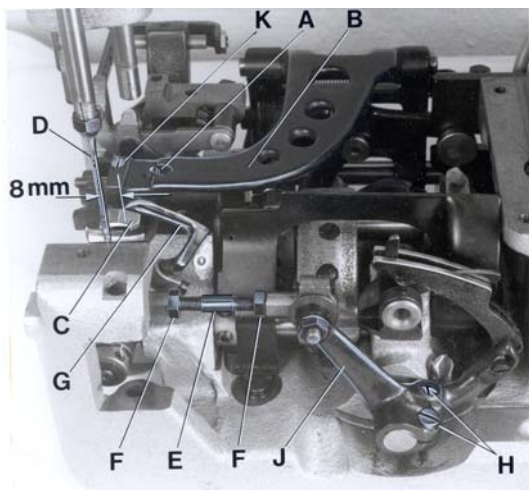
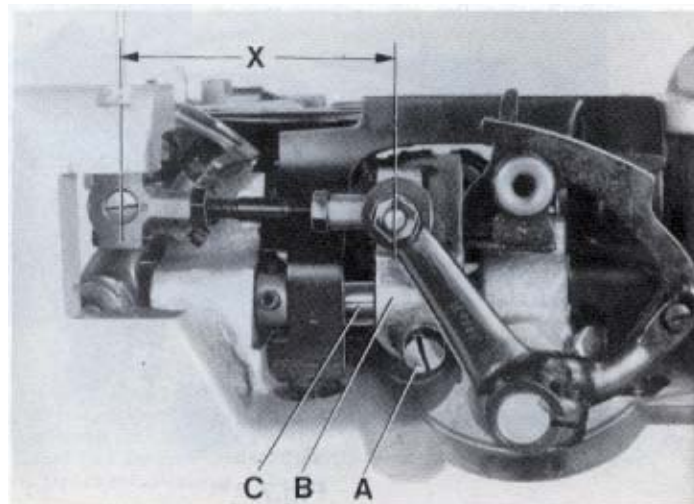
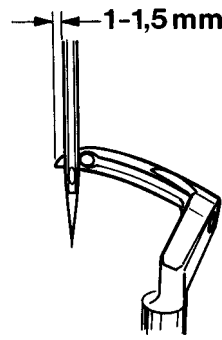
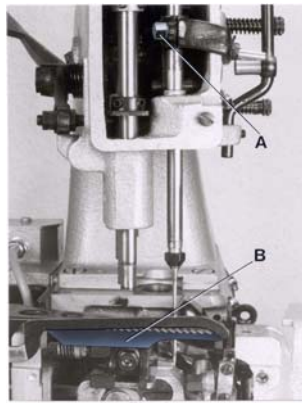

Fig. 3
Fig. 4
Fig.5
Fig. 6
Remove the presser foot, throat plate and feed dog and on styles 80800TL, TAL, U, UA, UL and UAL also the needle guard for convenient access to the machine. On styles 80800R, RL, S and SL loosen the screw (A, Fig. 3) in the feed bar (B) and push the feed bar needle guard (C) to the rear to avoid its contacting the needle (D).
For the two thread double locked stitch styles 80800R, RL, TL, TAL, U, UA, UL and UAL, set the looper connecting rod (E) so the distance (X, Fig. 4) between the center lines of the two ball joints is 69.8 mm (2 3/4"). The dimension (X, Fig. 4) should be 68.3 mm (2 11/16) on the single thread chain stitch styles 80800S and SL. For adjustment loosen the two nuts (F, Fig. 3) and turn connecting rod (E) forward or backward as required to obtain specified dimension, retighten nuts (F).
Rotate the machine pulley in operating direction so that the looper moves from right to left. The looper point should pass as close as possible to the back of the needle without contacting 0.08 to 0.13 mm (.003 to .005") clearance. For adjustment loosen screws (A, Fig. 4) in the looper eccentric fork (B) and turn looper rocker shaft (C) on the looper rocker forward or backward as required. Retighten screw (A).
Quite el pie prensa tela, la placa de la aguja y el diente de arrastre y en las máquinas 80800TL, TAL, UA, UL y UAL también el guarda aguja para tener mejor acceso a la máquina. En los estilos 80800R, RL, S, y SL suelte el tornillo (A, Fig.3) en la barra de alimentación B y mueva el guarda aguja (C) en la barra de alimentación hacia atrás para evitar que tenga contacto con la aguja (D).
Para las máquinas de dos hilos como 80800R, RL, TL, TAL, U, UA, UL y UAL ajuste la barra del looper (E) para que la distancia (X, Fig. 4) entre los centros de las juntas tenga una distancia de 69,8 mm (2 3/4"). Esta distancia (X, Fig. 4) debería ser 68,3 mm (2 11/16) en las máquinas de un solo hilo 80800 S y SL. Para ajustarlo suelte las dos tuercas (F, Fig. 3) y gire la barra (E) hacia adelante o hacia atrás para conseguir la distancia requerida. Apriete nuevamente las tuercas (F).
Gire el volante en sentido de operación para que el looper se mueva desde la derecha hacia la izquierda. La punta del looper debería pasar muy cerca detrás de la aguja sin tocarla – distancia 0.08 a 0,13 mm (.003 a .005"). Para lograr este ajuste debería soltar el tornillo (A, Fig. 4) en la horquilla excéntrica (B) del looper y girar el eje del looper (C) hacia adelante o hacia atrás. Apriete el tornillo (A) otra vez.
Remove the face cover on machine arm. Rotate machine pulley in operating direction until the looper point, moving to the left, projects 1 to 1.5 mm (.040" to .060") left of the needle (see Fig. 5). Lower edge of looper and upper edge of needle eye must be flush in this position. If adjustment is necessary, loosen clamp screw (A, Fig. 6) in the needle bar connection and move the needle bar up or down, as required. Retighten screw (A) and remount face cover.
At highest point of feed dog travel, the feed dog (B, Fig. 6) should be set so, that the rear teeth project their full depth above the throat plate surface. For setting remove the feed dog and adjust the supporting screw (K, Fig. 3) on the top of the feed bar to the required height. Remount the feed dog, and on styles 80800TL, TAL, U, UA, UL and UAL also the needle guard.
The needle guard (C, Fig. 3) has to be set so, that it just contacts the needle at its most forward point of travel, without deflecting it. On styles 80800R, RL, S and SL loosen screw (A, Fig. 3) in the feed bar (B) and adjust the needle guard (C) accordingly. Retighten screw (A).
Remueva la tapa frontal en el brazo de la maquina. Gire el volante de la maquina en sentido de operacion hasta que la punta del looper pase 1 a 1,5 mm (.040" a .060") la aguja (vea Fig. 5). En esta posicion el borde inferior del looper tiene que encontrarse en el limite superior del ojo de la aguja. Si se requiere ajuste, suelte el tornillo (A, Fig. 6) en la conexion de la barra de la aguja y mueva la barra hacia arriba o hacia abajo como requerido. Apriete el tornillo (A) y ponga la tapa frontal otra vez.
En el punto mas alto del recorrido del alimentador, los dientes del alimentador deberian sobrepasar la placa de la aguja por la altura completa de los dientes. Para lograr este ajuste remueva el alimentador y ajuste el tornillo de soporte (K, Fig. 3) en la parte superior de la barra de la alimentacion a la altura requerida. Monte el alimentador otra vez y en los estilos 80800TL, TAL, U, UA, UL y UAL tambien el guarda aguja.
Hay que ajustar el guarda aguja (C, Fig. 3) para que toque en su movimiento hacia delante la aguja pero no la desvie.
En los estilos 80800R, RL, S y SL suelte el tornillo (A, Fig. 3) en el soporte del transportador (B) y ajuste el guarda aguja (C). Apriete el tornillo (A) nuevamente.